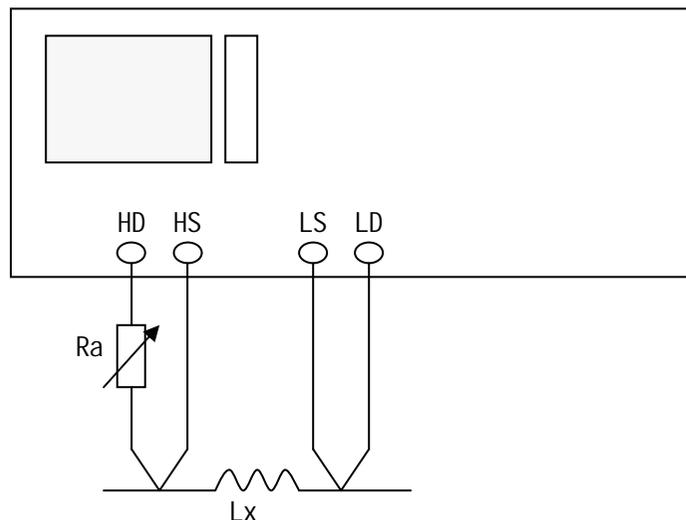

图5 信号源内阻调节示意图
2. 使用上图图 5 所示的方法用户可自行调整信号源内阻以满足测试电流的要求，以达到不同仪器测试结果的一致性。上图中调节电位器 R_a ，使电流为需要值，此时可将 R_a 更换为一固定电阻。用此方法可调节不同仪器测量的一致性。